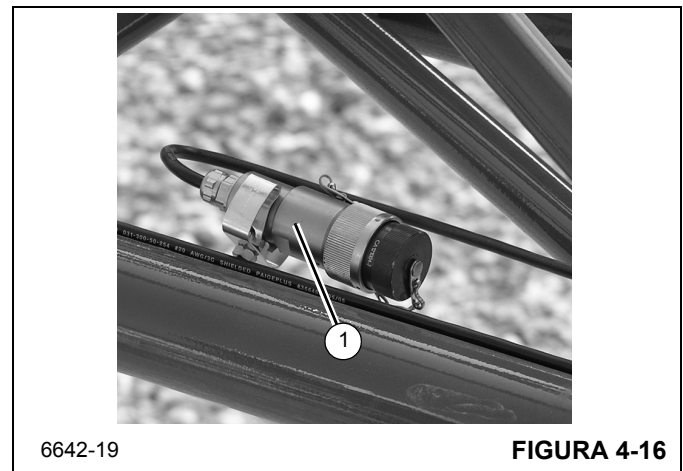

FIGURA 4-16
- c. Passe o cabo através da extensão da lança e armazene o conector (1, Figura 4-16).